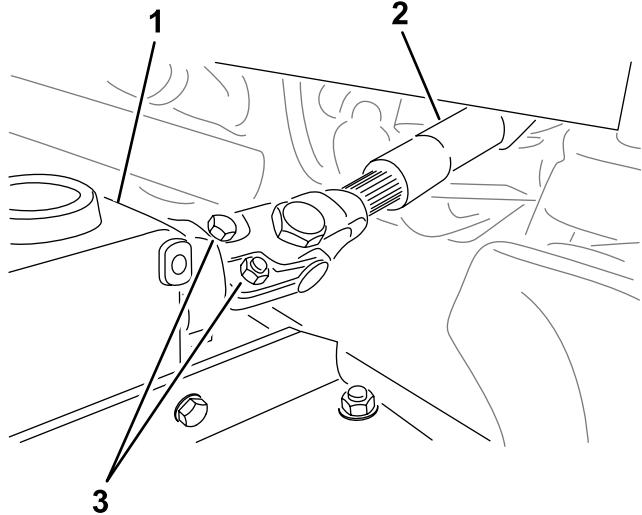

Figura 4
3. Deslice la horquilla del eje de la TDF sobre el eje de la caja de engranajes y fije los ejes con 2 pernos y tuercas en direcciones opuestas (Figura 4).
- 4. Apriete los pernos y las tuercas (Figura 4); consulte las especificaciones de apriete en el *Manual del operador* de la máquina.